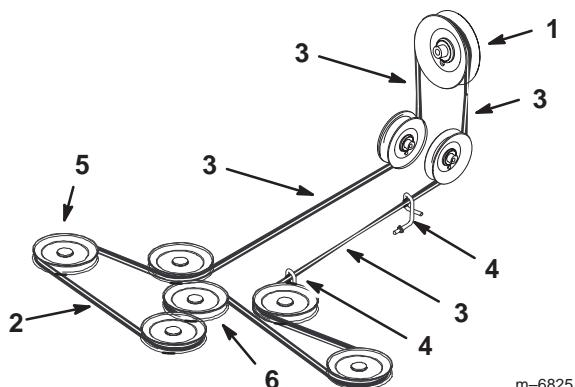

Figure 72
5. Installez la courroie neuve autour des poulies d'axe et de la poulie de tension du plateau de coupe, dans les guides de courroie, dans l'ensemble bras de tension arrière et l'embrayage (Fig. 72).
**Important** Vérifiez le vrillage de la courroie entre les poulies. Il doit être conforme aux spécifications de la Figure 72.
**Important** Vérifiez le vrillement de la courroie entre les poulies. Il doit être conforme aux spécifications de la Figure 72.